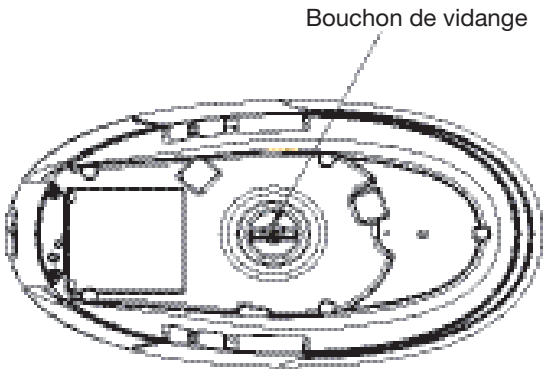

FIGURE 6
- 1. Retournez la chaudière et dévissez le bouchon de vidange (figure 6) puis, videz l'eau contenue dans la chaudière.